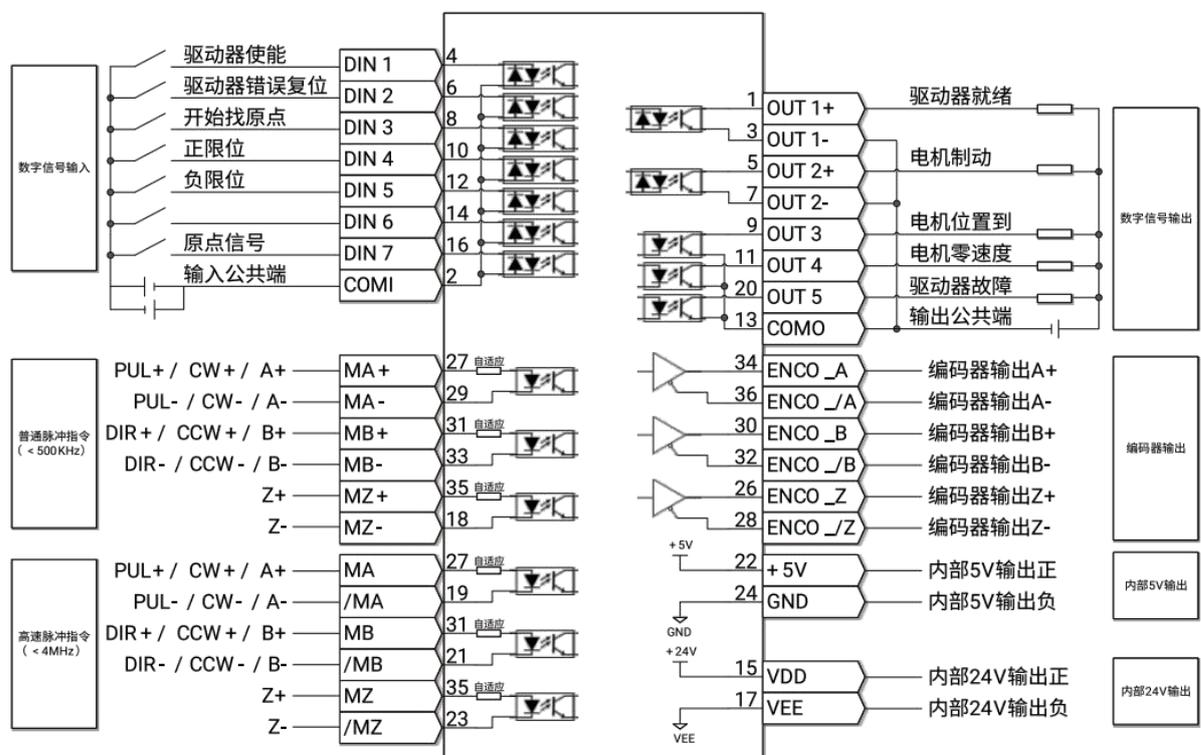

图 3-10 FDxx5P-LA/CA/EA 驱动器 IO 口默认定义
- 图 3-10 是 FDxx5P-LA/CA/EA 系列驱动器默认 IO 功能的 X1 接线，更多 IO 功能可以通过数字面板或上位机调试软件自行定义。更多详细信息，请参见第五章 5.5 节。